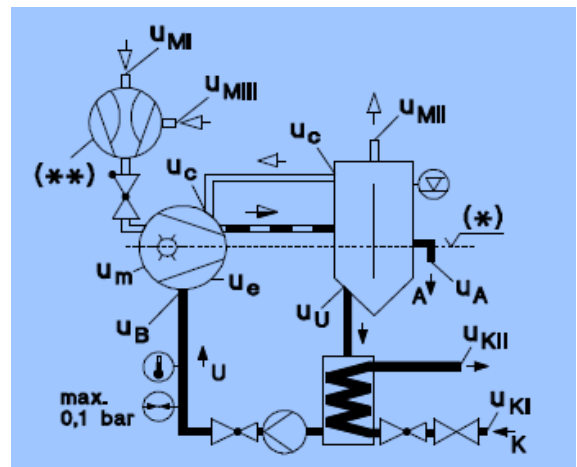

Bild 6
2.2.3 Sluten drivvätska (Bild 6)